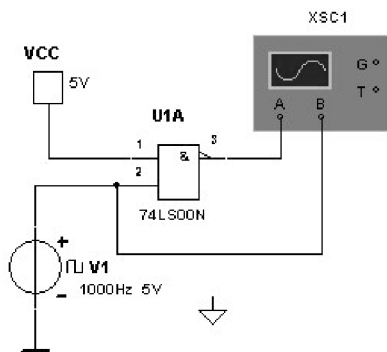

图 5-2 放置数字接地端的电路
(2) 在运行仿真时, 如果数字电路中没有电源和数字地, 选择 Real 往往会出现错误, 这是因为 Multisim 11 中的现实元件模型与实际器件相对应, 在使用时需要为器件本身提供电能。处理方法是在仿真电路窗口内放置数字电源和数字接地端, 如图 5-2 所示。
(3) 在进行 Ideal 数字器件仿真时, V_{CC} 、 V_{DD} 和直流电压源以及接地端和数字接地端可任意调用, 彼此对数字电路仿真结果没有影响。
(4) 在进行 Real 数字器件仿真时, V_{CC} 、 V_{DD} 和直流电压源以及接地端和数字接地端不能相互替换。含有 CMOS 的电路中, 只能用 V_{DD} , 它与数字接地端常示意性地放置在电路窗口内, 不与电路的任何部分相连接, 给 CMOS 器件提供电能。
(5) TTL 和 TIL 中的元件常用 V_{CC} 提供电能, 其数值一般为 5V。
(6) 提供电能给 CMOS 元件的正常工作电压 V_{DD} 由各个器件箱所需电压来决定。